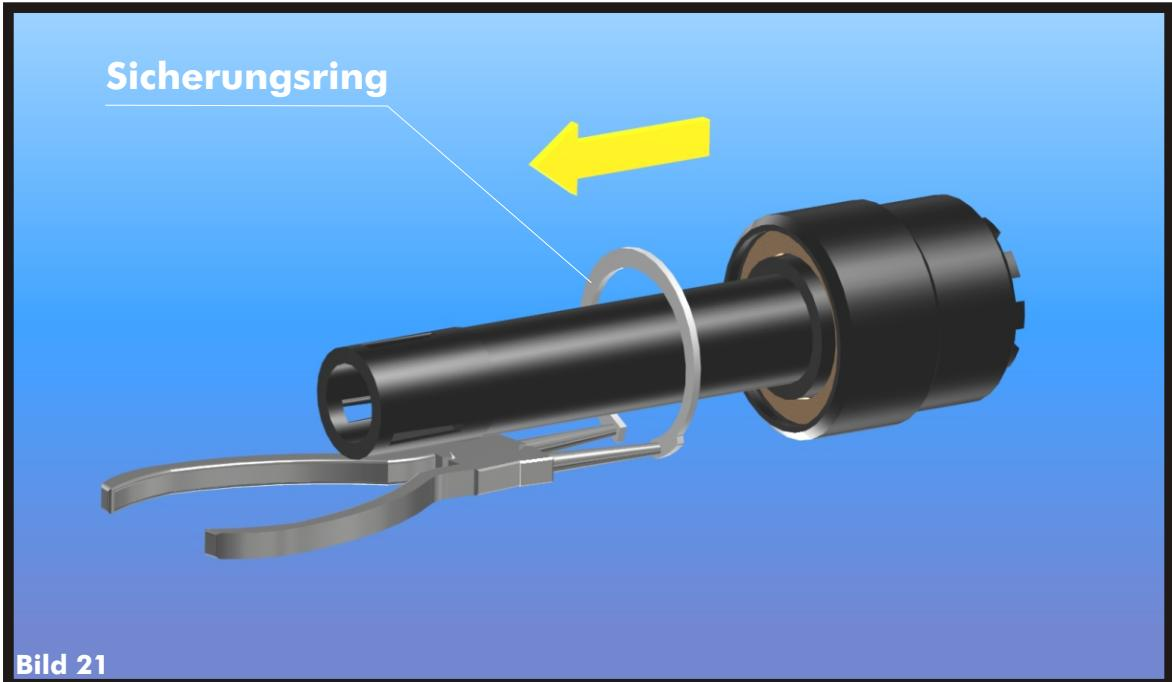

Bild 21
- > **Entfernen Sie den Sicherungsring aus dem Gehäuse (Bild 21)**